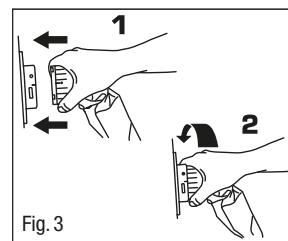

Fig. 3
5. Acople el tubo de suministro de aire a la unidad eléctrica alineando la línea negra situada en el conector de la manguera con la línea negra situada en el conector de la unidad eléctrica y presionando para que encajen. Gire el conector del tubo del colchón en sentido de las agujas del reloj hasta que el indicador verde llene el orificio indicador del conector de la unidad eléctrica (Fig. 3).